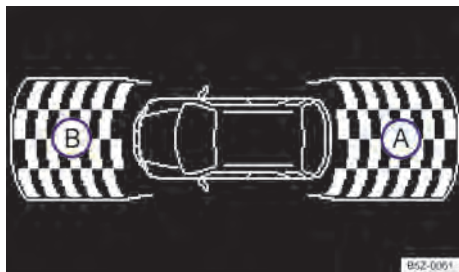

Fig. 106 Exibição do display do controle de distância de estacionamento dianteiro e traseiro no rádio (não disponível para algumas versões).
Dependendo da versão do veículo, será exibido no display do rádio (não disponível para algumas versões) → Fig. 106 a área examinada pelos sensores de ultrassom na parte dianteira (B) e traseira (A) do veículo. Possíveis obstáculos são exibidos tomando o veículo como ponto de referência → ▲.
→ Fig. 106